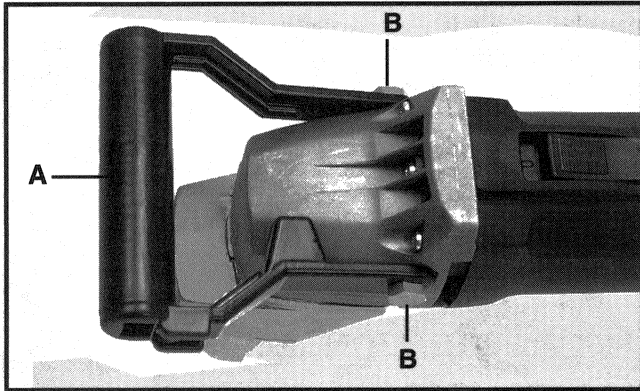

Fig. 3
La máquina viene con un mango auxiliar (A), Fig. 3, montado en la fábrica. UTILICE ESTE MANGO EN TODO MOMENTO para mantener un control completo de la máquina.